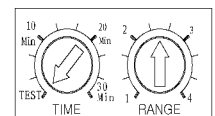

Figura 4
- (Ilustradas en la Figura 4).